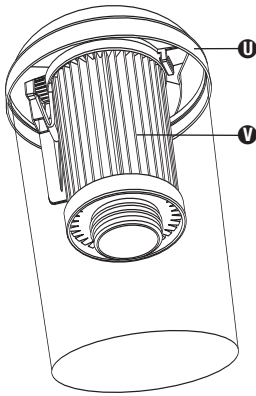

FIG. 12
Step 3: Rotate the dust cup lid **U** counterclockwise to remove. The dust cup filter **V** comes out with the dust cup lid (FIG. 12).
Paso 3: Haga girar la tapa del recipiente para polvo **U** hacia arriba e izquierda para quitarla. El filtro del recipiente para polvo **V** sale con la tapa del recipiente para polvo (FIG. 12).